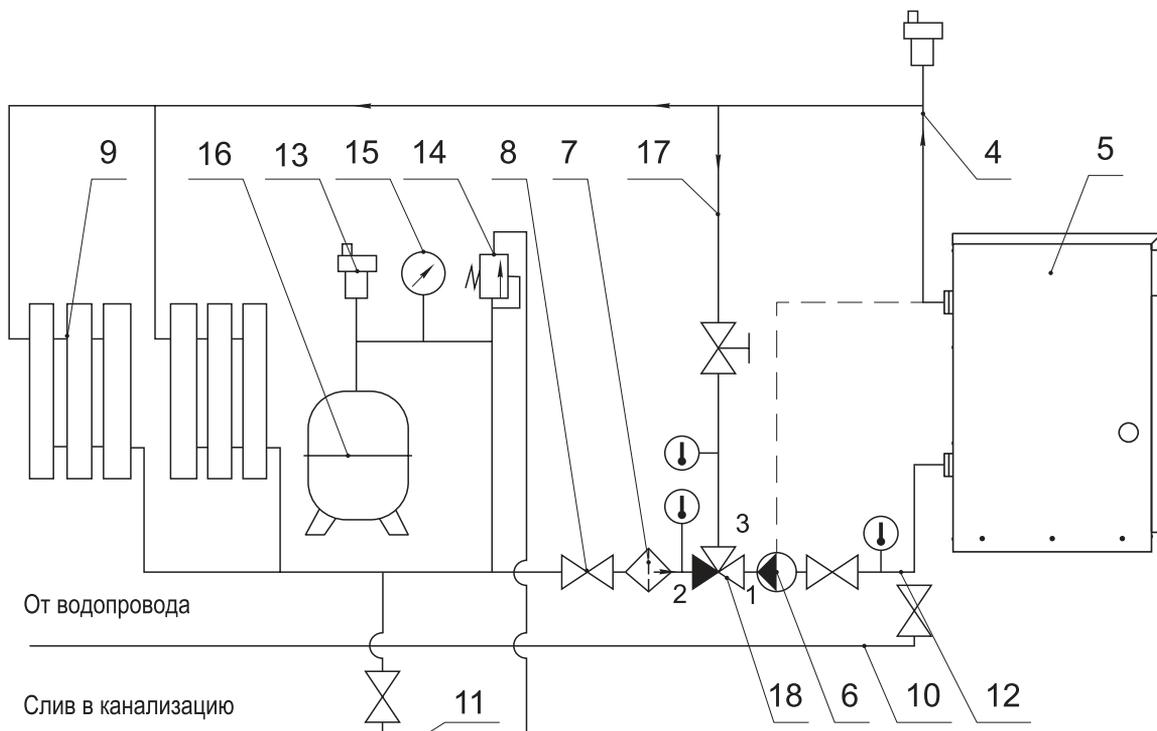

Рисунок 9
5.9 При использовании закрытой системы отопления (см. рис. 9) необходимо предусмотреть установку предохранительного сбросного клапана на давление не более 3 кг/см² и манометр для контроля давления теплоносителя. Выход предохранительного клапана системы отопления должен быть присоединён к сливу в канализацию с разрывом струи.